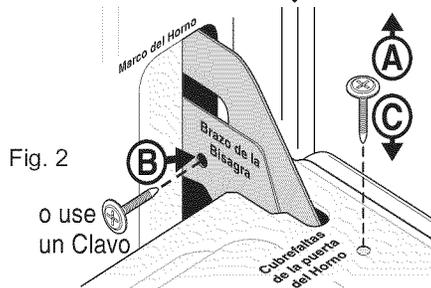

Fig. 2
2. Remueva los 2 tornillos localizados en la parte interior del cubrefaltas de la puerta del horno (Ver "A" en la fig. 2)
3. Introduzca los dos tornillos en los hoyos de las bisagras de la puerta, localizados en el lado del brazo de la bisagra, un tornillo en cada bisagra (Ver "B" en la fig. 2)
5. Re-instale ambos tornillos en el cubrefaltas de la puerta (ver "C" en la fig. 2)